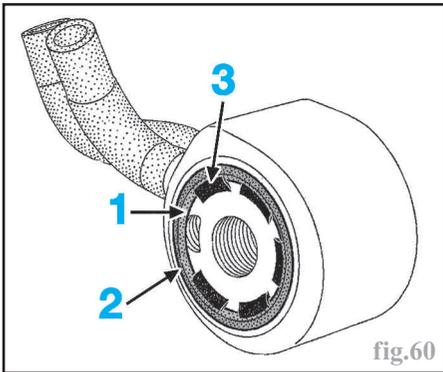

fig.60
Nota : sur **K9K 722**, positionner la lèvres (1) du joint (2) derrière les languettes (3) de l'échangeur eau/huile (fig.60) puis rebrancher les durits de l'échangeur sur le tube à eau et serrer son mamelon de fixation, tout en maintenant l'échangeur à la main.
- reposer le support du filtre à huile, avec un filtre et des joints neufs (1) et (2), tout en veillant, sur **K9K 722**, à engager son ergot (3) dans l'orifice de